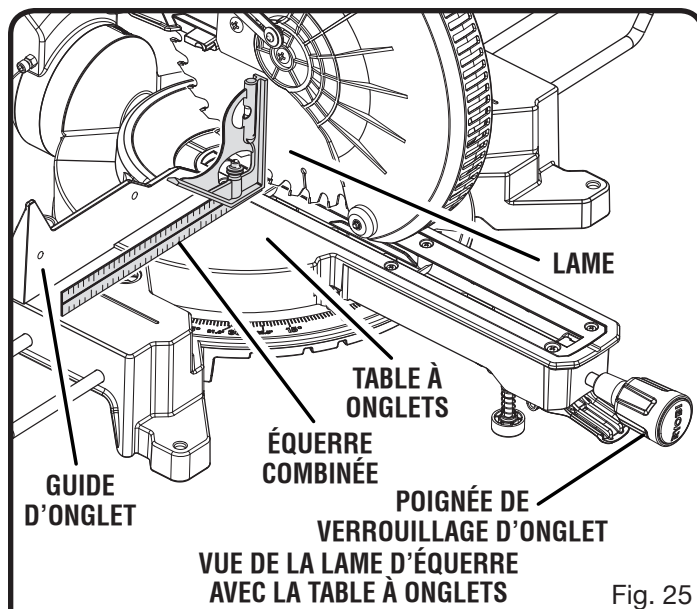

Fig. 25
Voir les figures 25 à 27.
- Le bord de l'équerre et la lame doivent être parallèles, comme le montre la figure 25.